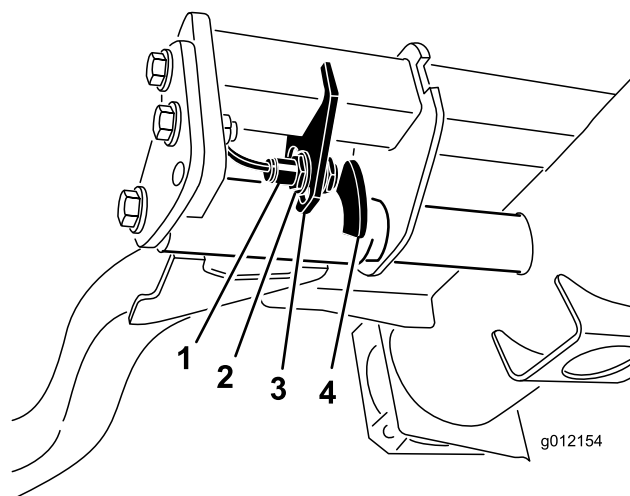

Figura 43
2. O interruptor do braço de elevação encontra-se por baixo do depósito hidráulico por trás do braço de elevação direito dianteiro (Figura 43).
3. Solte os parafusos de montagem do interruptor (Figura 43) e desloque o interruptor para baixo para aumentar a altura de viragem do braço de elevação ou desloque o interruptor para cima para diminuir a